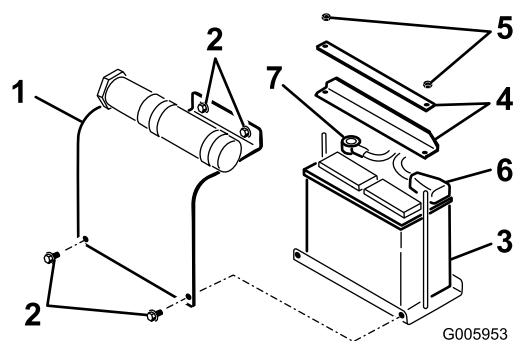

Figure 34
2. Enlevez le couvercle de la batterie (Figure 34).
1. Enlevez les écrous et les barres de fixation de la batterie (Figure 34).
2. Débranchez le câble négatif (noir) de la borne négative (-) de la batterie (Figure 34).
3. Débranchez le câble positif (rouge) de la borne positive (+) de la batterie (Figure 34).
1. Remettez la batterie sur la plate-forme (Figure 34).
2. Fixez la batterie au châssis à l'aide des barres et des écrous retirés précédemment (Figure 34).
3. Connectez le câble positif (rouge) à la borne positive (+) de la batterie (Figure 34). Glissez le capuchon en caoutchouc sur la borne de la batterie.
4. Connectez le câble négatif (noir) à la borne négative (-) de la batterie (Figure 34).
5. Reposez le couvercle de la batterie (Figure 34).